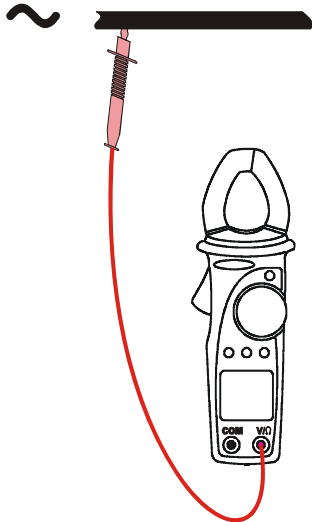
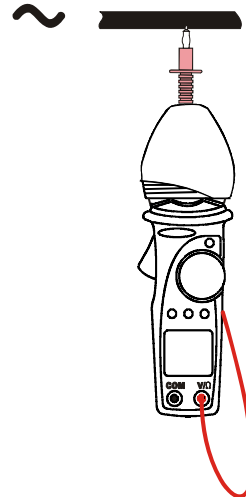

Abb. 18: Spannungsprüfung
Abb. 19: Spannungsprüfung mit Schutzkappe
3. Verbinden Sie die rote Prüfspitze mit der Phase L1. (s Abb. 18). Falls nötig, kann die rote Prüfspitze an der Gummischutzkappe befestigt werden. (s Abb. 19)